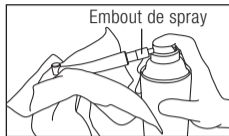

Fig. 25
- 3 Insérez l'embout de spray à l'arrière de la pièce à main, en tenant la tête de cette dernière avec un chiffon, etc. (Fig. 25).